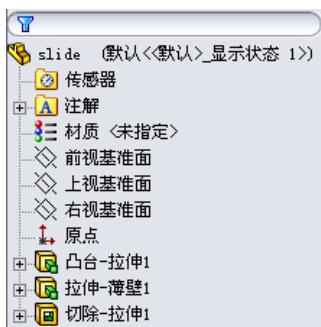
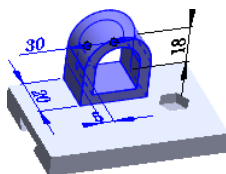

图 3.6.1 设计树
图 3.6.2 编辑零件模型的尺寸
Step2. 在图 3.6.1 所示的模型 (slide) 设计树中, 双击要编辑的特征 (或直接在图形区双击要编辑的特征), 此时该特征的所有尺寸都显示出来, 如图 3.6.2 所示, 以便进行编辑 (若 Instant3D 按钮  处于激活状态, 只需单击即可显示尺寸)。